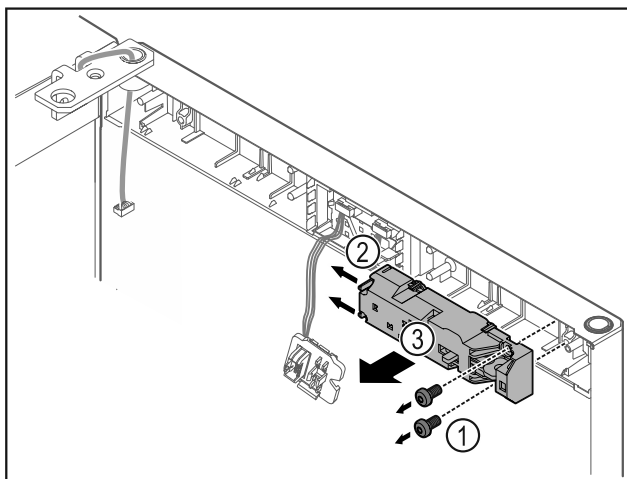

Fig. 20
- ▶ Schroeven Fig. 20 (1) verwijderen.
- ▶ Grendelnokken Fig. 20 (2) opzij drukken en afstandsslot Fig. 20 (3) verwijderen.